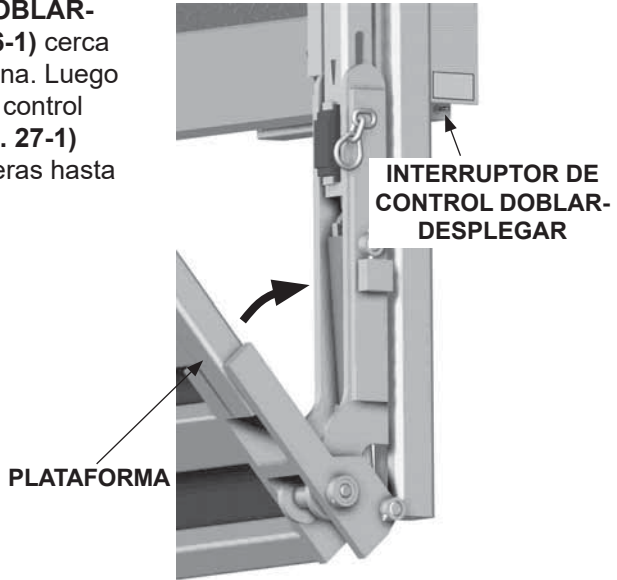

FIG. 26-1
3. Utilice el interruptor **DOBLAR-DESPLEGAR** (FIG. 26-1) cerca de la base de la columna. Luego utilice el interruptor de control **ARRIBA-ABAJO** (FIG. 27-1) para elevar las correderas hasta los topes.